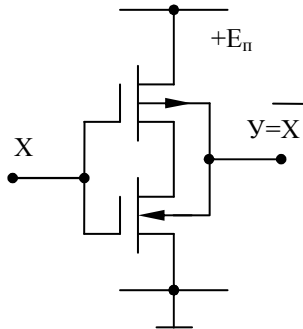

Рис.12. Электрическая схема логического элемента НЕ
1. Собрать последовательно каждую из трех измерительных схем (см рисунок 12...14).